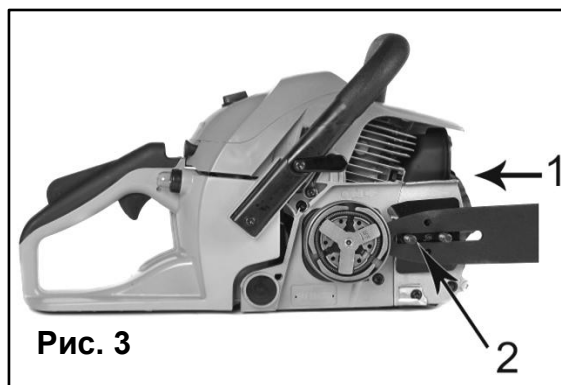

Рис. 3
- Установите пазовую часть пильной направляющей шины (1) на шинные болты (2). Передвигайте шину за муфту сцепления до тех пор, пока она не остановится (Рис. 3).